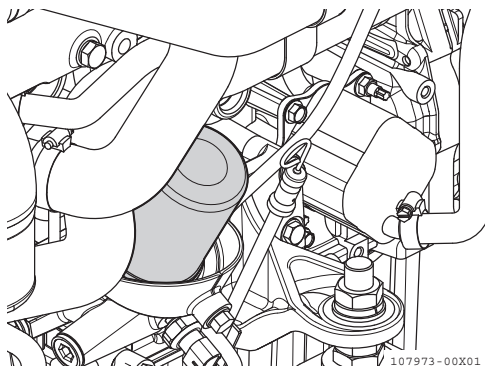

Figura 2
3. Rimuovere il filtro dell'olio motore (**Figura 2**) con una chiave per filtro (ruotare in senso antiorario).